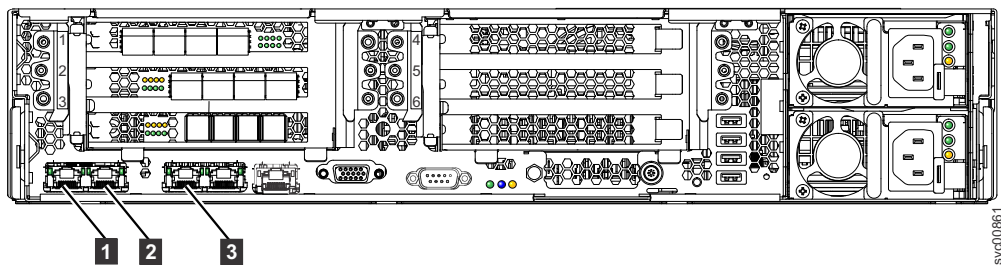

图 43. SAN Volume Controller 2145-DH8后部的以太网端口
- a. 将来自该节点的以太网电缆插入另一个节点中的以太网端口 2，如图 43 中所示。